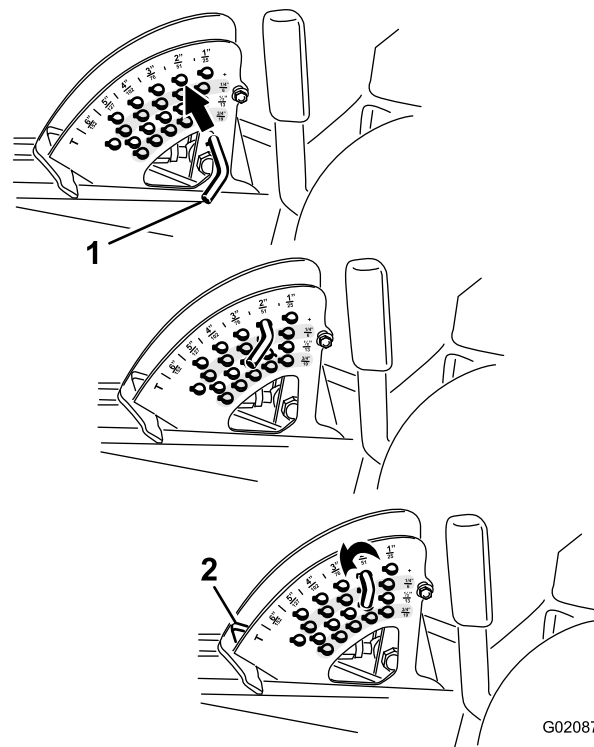

Figura 25
2. Rode o pino de bloqueio até que o pino do mesmo fique alinhado com as ranhuras nos orifícios no suporte da altura de corte e remova-o (Figura 25).
3. Selecione um orifício, no suporte da altura de corte, que corresponda a altura de corte desejada, insira o pino e rode-o para o bloquear no lugar (Figura 25).
**Nota:** Existem quatro filas de posições de orifícios (Figura 25). A fila de cima dá-lhe a altura de corte indicada por cima do pino. A segunda fila dá-lhe a altura de corte indicada mais 6 mm. A terceira fila dá-lhe a altura de corte indicada mais 13 mm. A fila de baixo dá-lhe a altura de corte indicada mais 19 mm. Para a posição de 15,8 cm só existe um orifício, colocado na segunda fila. Isto não acrescenta 6 mm à posição de 15,8 cm.